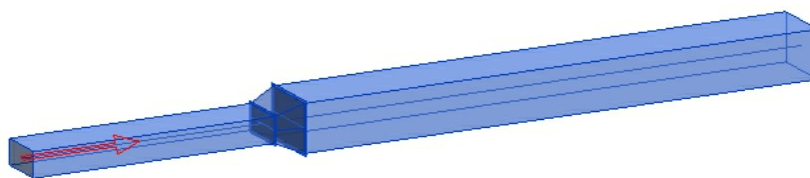

图2-116
(6) 如果需要更改基准的风管，可以单击“控制点”选项，基准风管就会切换到另一端的第一根风管，如图2-116所示。